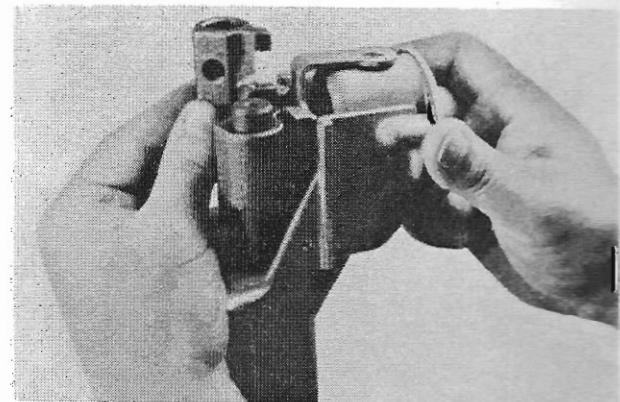

Abb. 59
2. Mitnehmer (626) so auf die zwei äußeren Schaltwellen schieben, daß die Gewindebohrungen über den Ansenkungen der Welle stehen (Abb. 59). Gewindestifte eindrehen und festziehen.